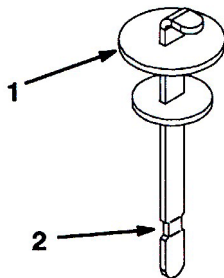

図15
4. ディップスティックを抜き、先端部をウェスで拭う。もう一度首に差し込んで引き抜き、オイルの量を点検する。FULL 位置 (図15) までであればよい。